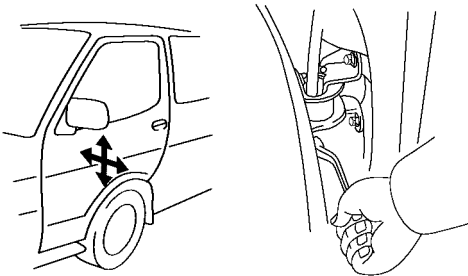

图 17-24 沿左右和垂直方向调整车门
(2) 沿左右和垂直方向调整车门。旋松车门铰链螺栓进行调整，如图 17-24 所示。